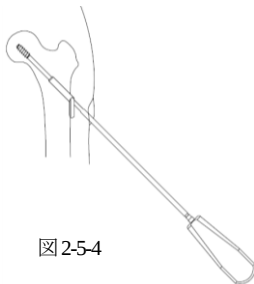

図 2-5-4
- 3) フランジ型スライディングスクリューは、TLS 用ラグスクリュードライバーで抜去します。(図 2-5-4)